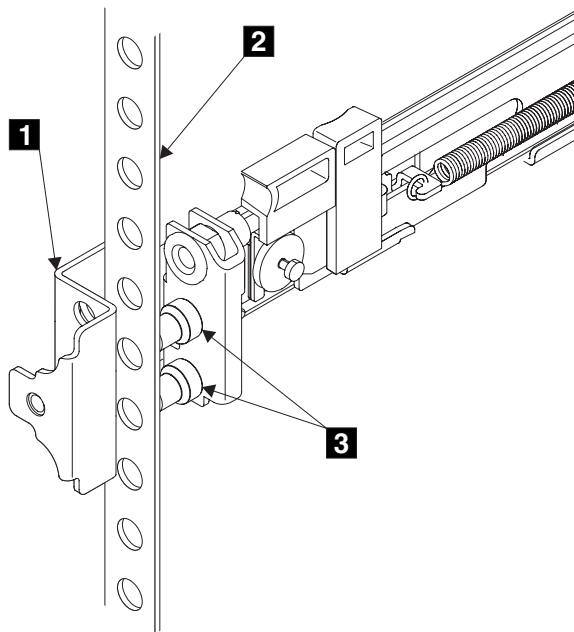

図 85. レールのフロントエンドの取り付け
6. 左レールの前面の端をラック・キャビネットにはめる。前面ブラケットの上端 **1** (図 85) が、ラック上の必要な EIA マーキングに合うように調整します。